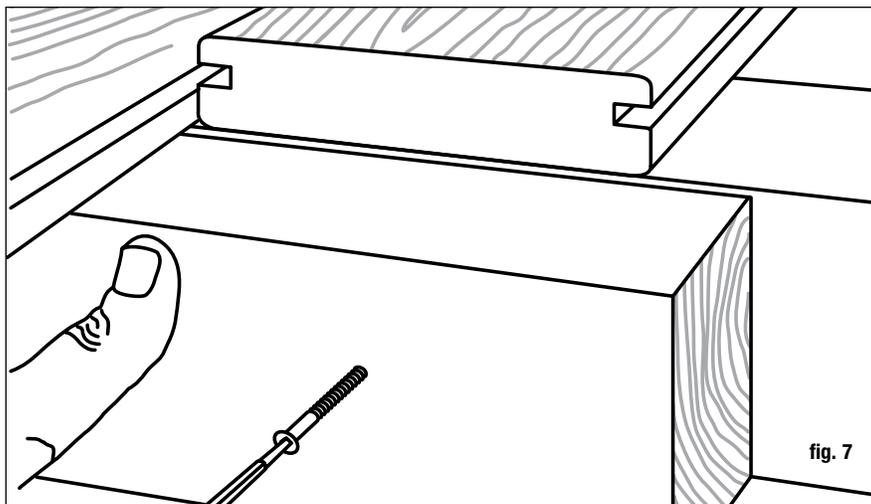

fig. 7
Étape 7 Installez une attache Stowaway à chaque emplacement de solive le long de la longueur de la planche. Pour les installations où les planches de terrasse sont aboutées bout-à-bout à la solive, un bloc de 20,3 cm (8 po) doit être ajouté à l'aide d'un clip de fixation caché Stowaway à l'extrémité de chaque planche (figure 7 et 8). Assurez-vous d'espacer les planches selon la description précédente.